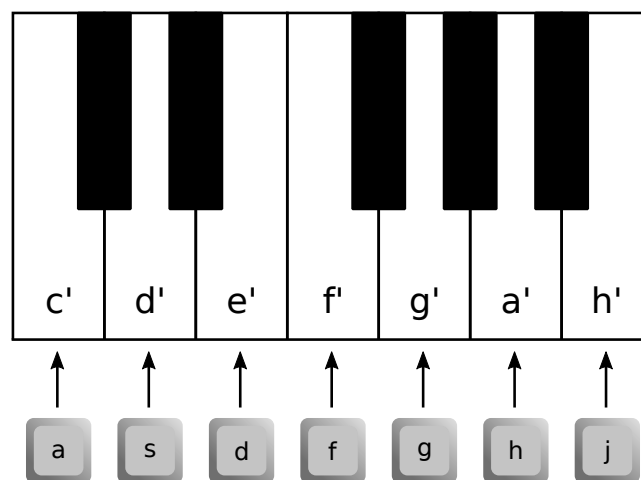

Abbildung 25: Tastenentsprechung der einzelnen Töne
- c) Die Töne, welcher der Mikrocontroller abspielt sollen in einem letzten Ausbauschritt des Programms nicht mehr direkt im Programm hinterlegt werden sondern vom Benutzer vorgegeben werden können. Programmieren Sie eine „Klaviertastatur“ über das serielle Interface des Mikrocontrollers. Die einzelnen Tasten der Tastatur des Praktikums-PCs sollen dabei wie in Abbildung 25 dargestellt mit den Tönen aus der Vorbereitung belegt werden.